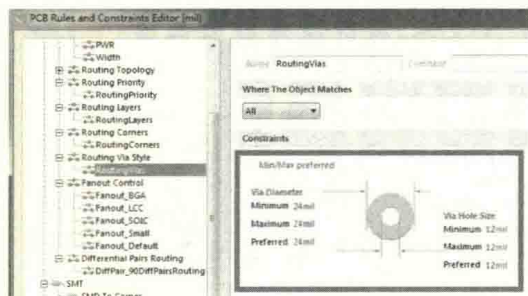

图 12-53 过孔规则设置
(4) 过孔规则设置：设置内径大小为 12mil，外径大小为 24mil，如图 12-53 所示。